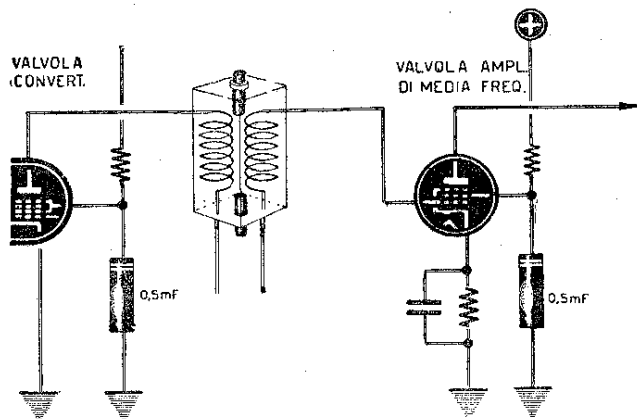

Fig. 109
**326** Se il ricevitore fischia passando da un'emittente all'altra e se accordando su una stazione potente sparisce, bisogna collegare un condensatore della capacità di 0,5 mF a carta fra le griglie schermo della valvola convertitrice e quella di media frequenza a massa (fig. 109).